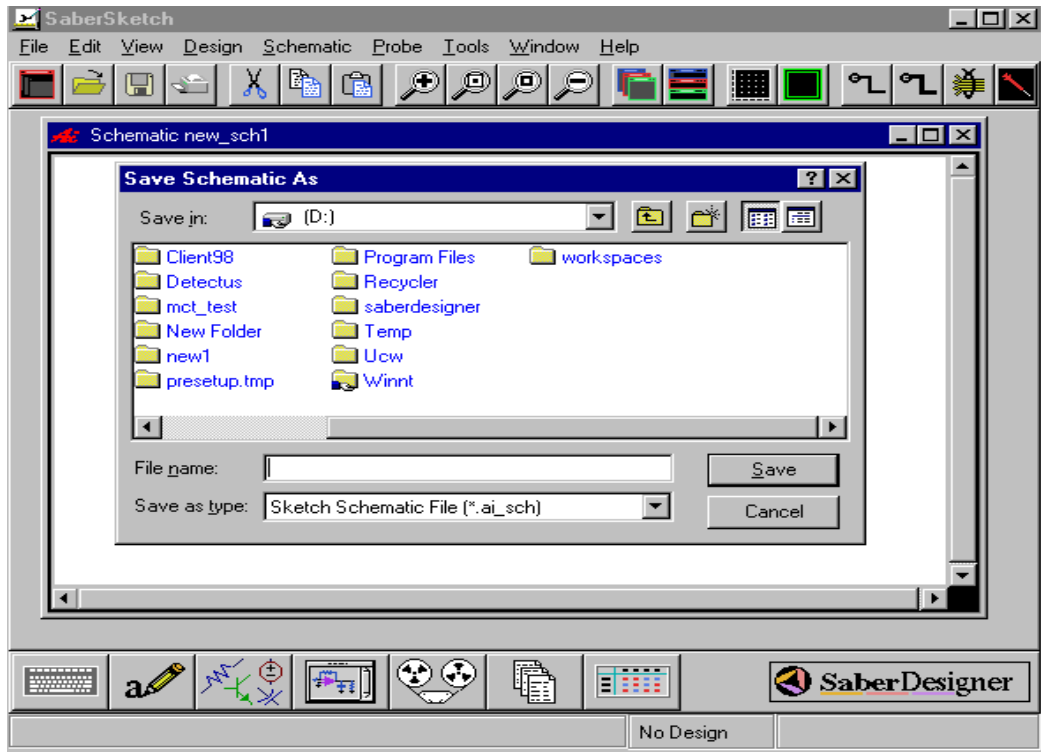

图 1
- 3) 通过选择 **File > Save As ...** 菜单项，存储目前空白的的设计。此时将出现一个 **Save Schematic As** 对话框，如图 1 所示。